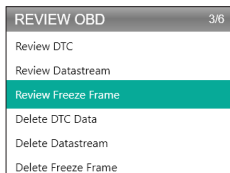

Figura 5.1.3
3. Selecione Revisão OBD, e pressione [OK]. Seis opções aparecerão na tela (Veja Figura 5.1.3) - como revisão DTC, Fluxo de Dados, Quadro de Congelamento, e mais.